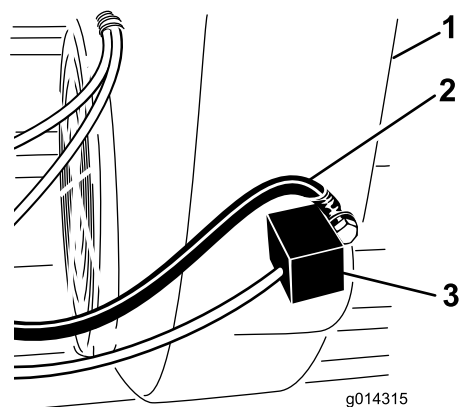

Figure 5
6. Localisez le module d'allumage du moteur sous le carénage du moteur (Figure 5).